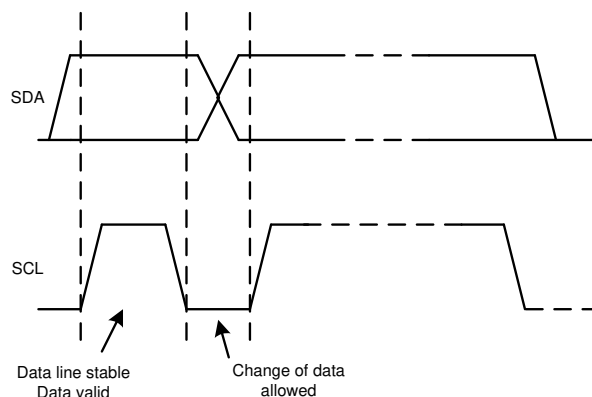

図 6-25. I2C バスでのビット転送
2. 次に、コントローラは SCL パルスを生成し、7 ビットのアドレスと読み取り/書き込み方向ビット ( $R/\bar{W}$ ) を SDA ライン上で送信します。すべての送信中、コントローラはデータが有効であることを確認します。有効なデータ条件では、図 6-25 に示されているように、ロックパルスのハイ期間全体にわたって SDA ラインが安定している必要があります。すべてのデバイスは、コントローラによって送信されたアドレスを認識して、そのアドレスをそれぞれの内部固定アドレスと比較します。一致するアドレスを持つターゲットデバイスのみが、図 6-23 に示すように、9 番目の SCL サイクルのハイ期間全体にわたって SDA ラインをローに引き下げて確認応答を生成します。コントローラがこのアクノリッジを検出すると、ターゲットとの通信リンクが確立されます。